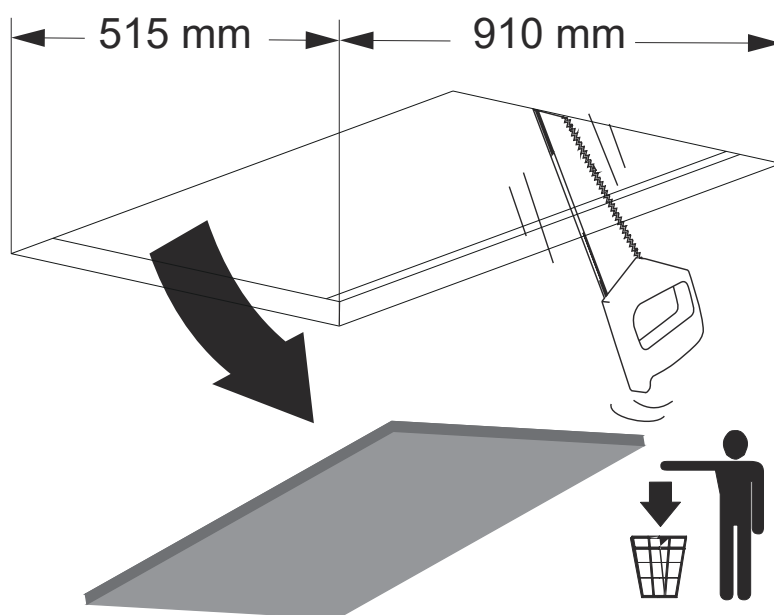

Fig. 8
2. → Loftet eller materialet emhætten monteres i skal skæres med oplyste mål (Fig. 8).